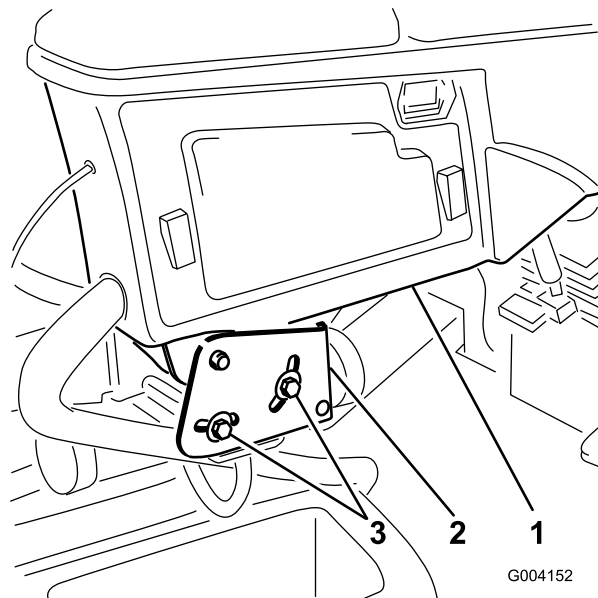

図 3
1. コントロール・アームをリテーナ・ブラケットに固定している2本のボルトをゆるめる (図 3)。